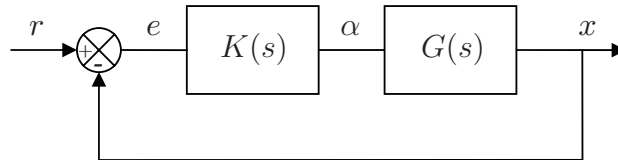

Figura 2: Diagrama del sistema.
Considere el sistema cerrado que se muestra en la Figura 2:
- De acuerdo a las variables definidas en la Figura 2 se tiene que: